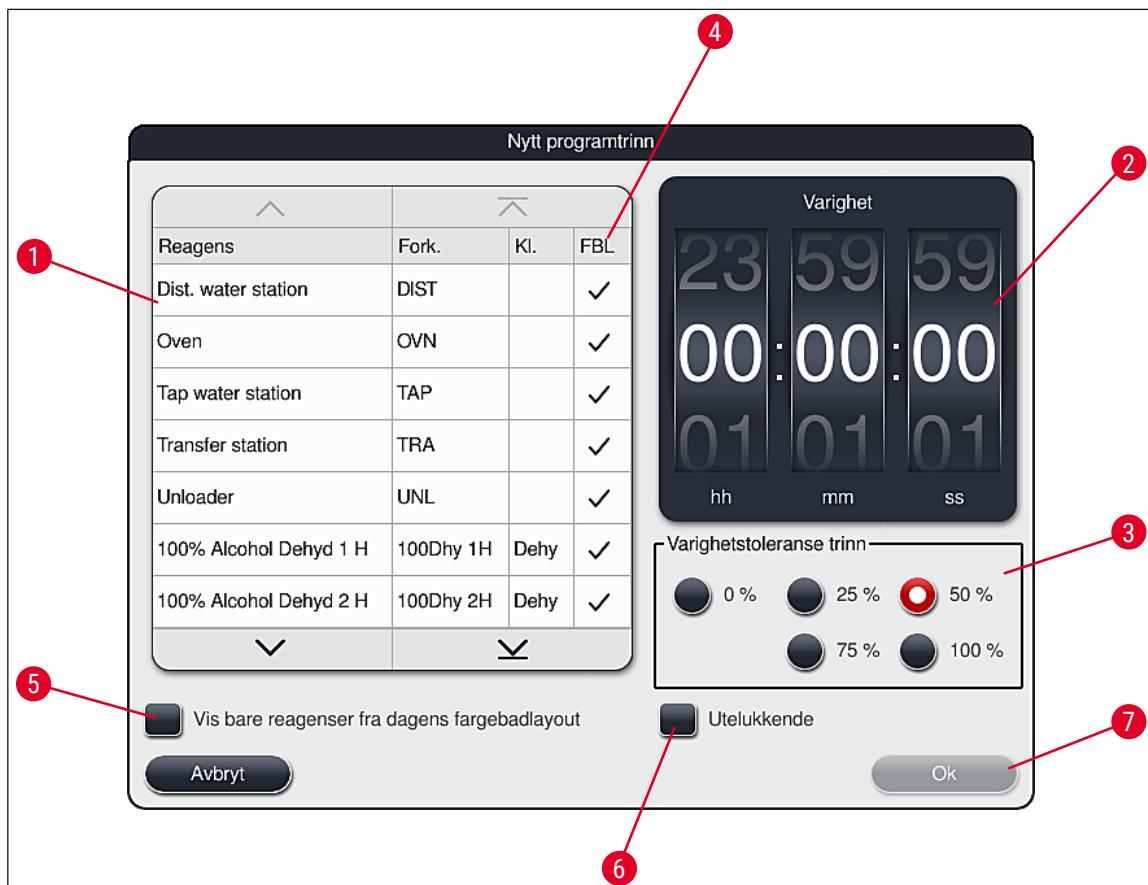

Fig. 46
- Et vindu hvor du kan definere programtrinnene, åpnes (→ "Fig. 46").